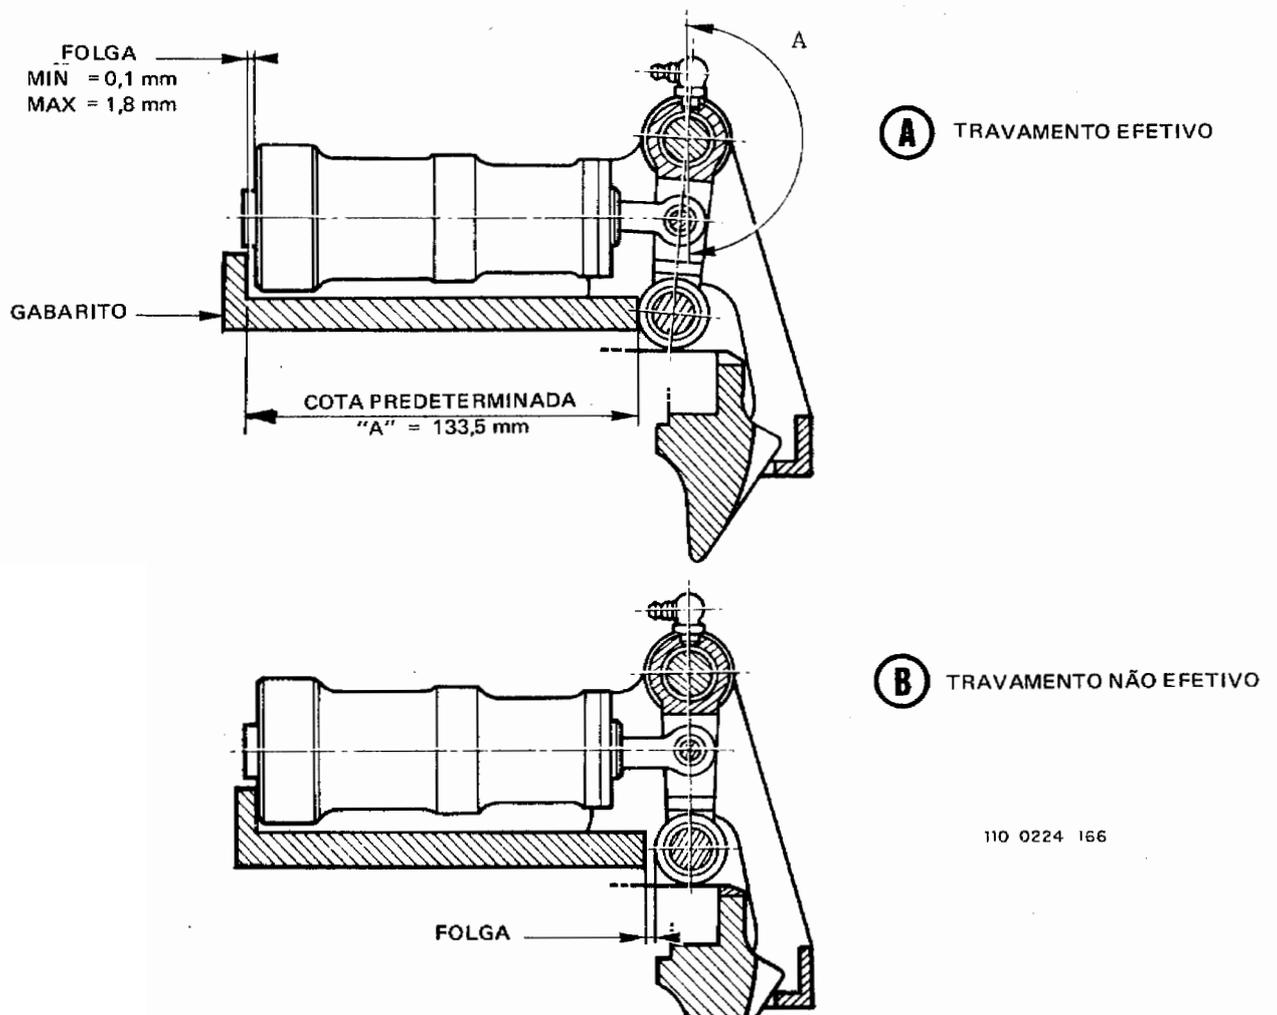

Figura 4-37A. Medição da Distância "A"
4. Trave manualmente o trem e verifique cuidadosamente a distância "A", com o gabarito da figura 4-37A; no caso positivo, passe para o passo 6. Se a distância "A" for maior, isto significa que o rolete está fora de sua posição normal de travamento, tendendo a se deslocar de modo a destravar o trem de pouso (veja o detalhe C da figura 4-39).